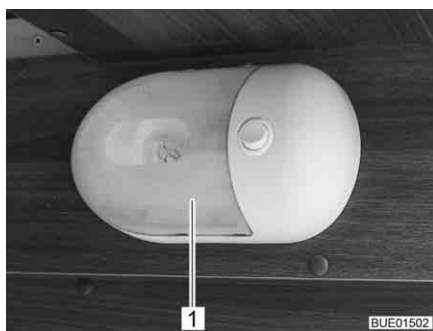

Fig. 192 Lámpara de montaje en superficie
- Comprimir la cubierta transparente (Fig. 192,1) con precaución de ambos lados, retirarla ligeramente del interruptor y quitarla hacia delante.